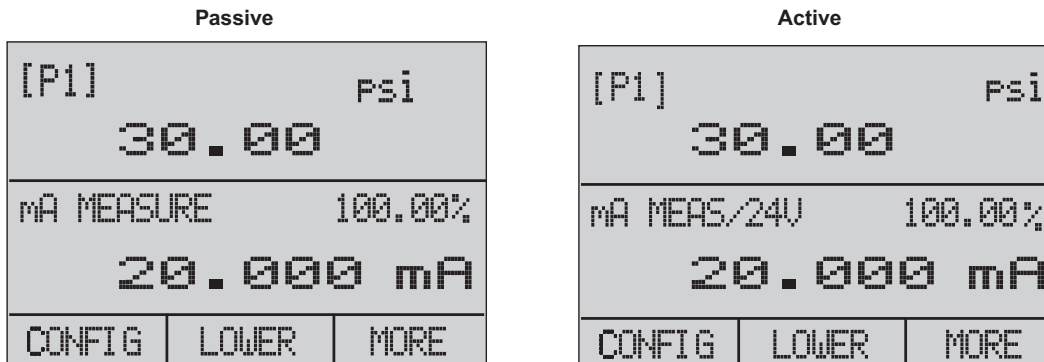

图 25.无源式和有源式屏幕
2. 有源式 – 本产品向被测单元供应 24 V 直流回路电源，同时读取 4... 20 mA 信号。请参见图 25。